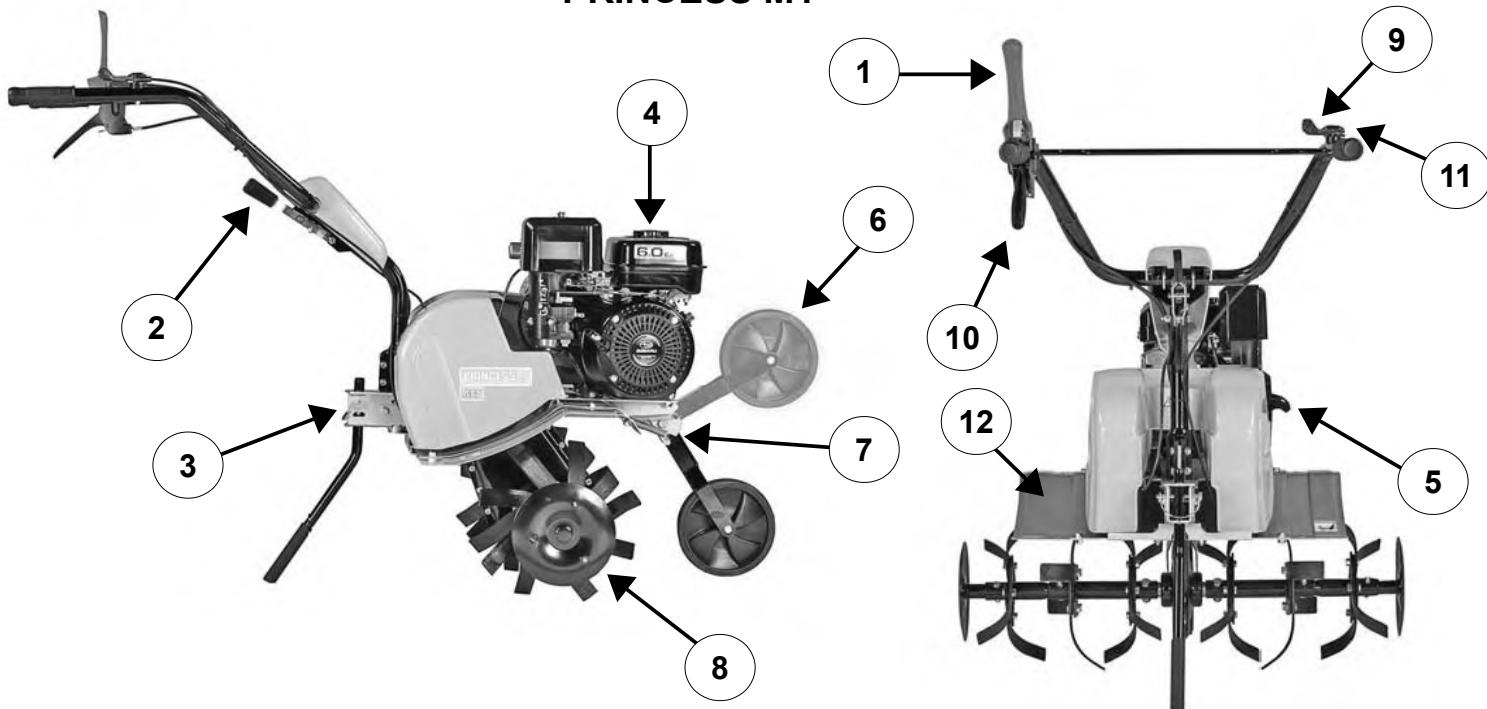

Fig. 1
- Monte a roda de movimento (fig. 1 – fig. 2 – fig. 3, n. 6) introduzindo a mola.
- Monte a espora (fig. 1 – fig. 2 – fig. 3, n. 3).
- Monte os guarda-lamas (fig. 1, n. 12 – fig. 2 – fig. 3, n. 13).
- Regule a altura do guiador para o adaptar melhor à posição de trabalho com a manopola (fig. 1 – fig. 2 – fig. 3, n. 2).
- Regula a profundidade de trabalho baixando ou levantando a espora traseira (fig.1 – fig. 2 – fig. 3, n. 3).
- Puxe o suporte da roda de movimento para baixo e ponha-o para cima (fig. 1 – fig. 2 – fig. 3, n. 7).
- Acelere o motor (fig.1 – fig. 2 – fig. 3, n. 9).
- Aprete lentamente a alavanca de avanço até a maquina começar a mover-se (fig. 1 – fig. 2 – fig. 3, n. 1).
- Para parar a máquina solte a alavanca de avanço (fig. 1 – fig. 2 – fig. 3, n. 1).
- Desligue o motor puxando o interruptor do motor (fig. 1, n. 11 – fig. 2 – fig. 3, n. 12). Consulte o manual do motor.